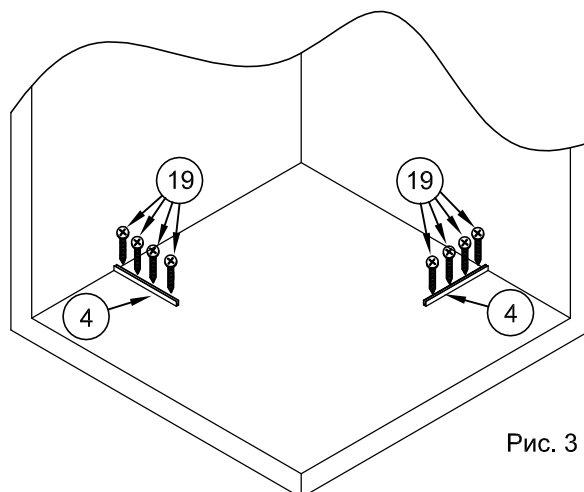

Рис. 3
1.5. Установить профили №4 на соответствующие места пола. Вставить в отверстия шурупы №19 и вкрутить их отверткой, закрепив профили в положенных местах на полу (рис.3).